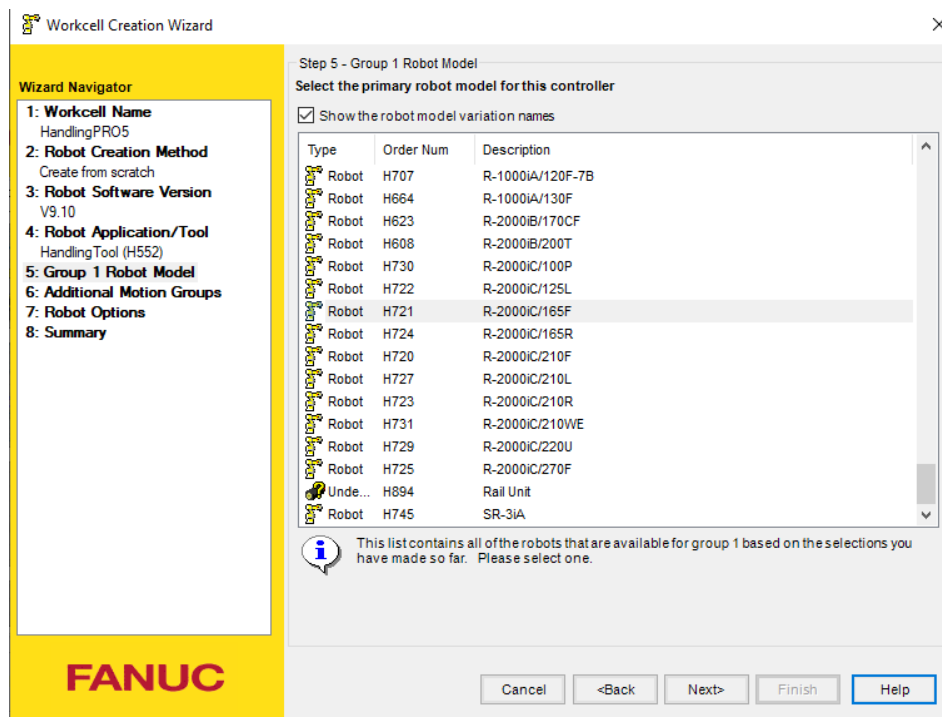

Рис. 5.5 Выбор модели робота
7. На пятом шаге из типоразмерного ряда согласно варианту задания выбираем модель робота (рис. 5.5) и нажимаем кнопку *Next>*.